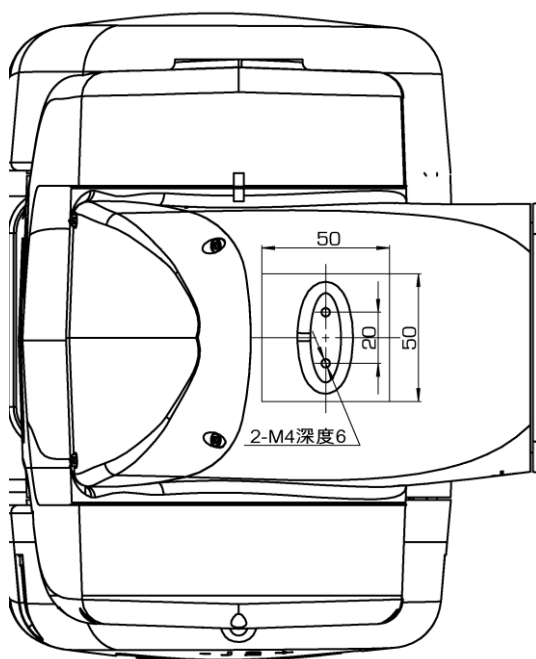

图 9-5 拓星际R071-08-A 型操作机肘部负载接口尺寸示意图
拓星际R071-08-A 型操作机 J3 轴肘部的设备安装孔规格及尺寸如图 9-5 所示。
- 肘部负载质心位置需位于图 9-5 所示 50mm × 50mm 区域内部。